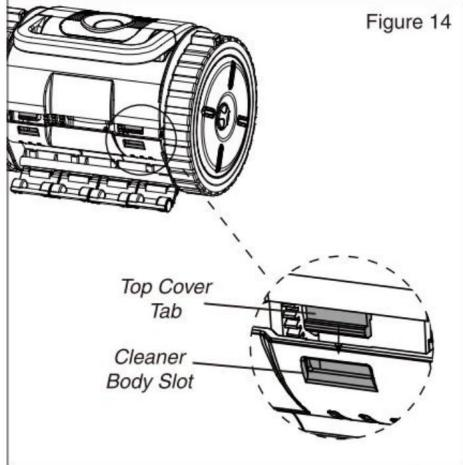

Figure 14
10. Plaats de lipjes aan de achterkant van de bovenklep in de sleuven aan de achterkant van het reinigingslichaam (zie afbeelding 14). Zodra deze lipjes in de sleuven zitten, voorkant van de hoes op zijn plaats valt.